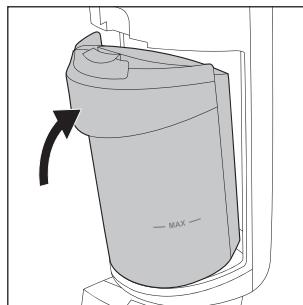

Fig. 30
- ◆ Fixați din nou rezervorul de apă murdară **②** la aparat introducând mai întâi fundul rezervorului de apă murdară **②**. Apoi împingeți rezervorul de apă murdară **②** către aparat până când rezervorul de apă murdară **②** se cuplează cu un clic pe aparat (a se vedea fig. 30).